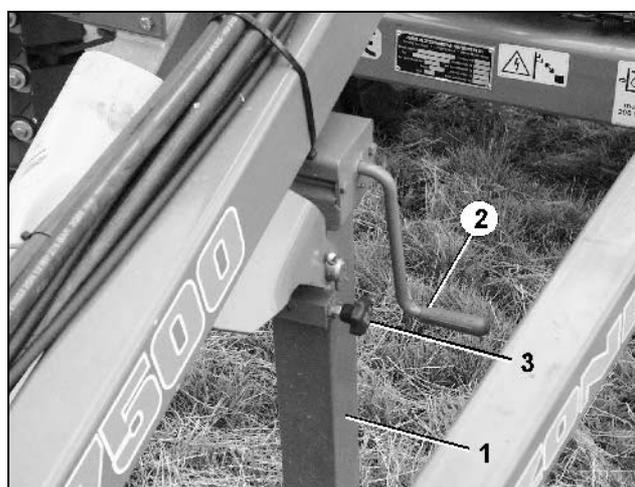

Рис. 19
Приведение опорной стойки (Рис. 19/1) в транспортное положение:
- Поднимите опорную стойку при помощи рукоятки (Рис. 19/2).
- Снимите крепежный палец (Рис. 19/3).